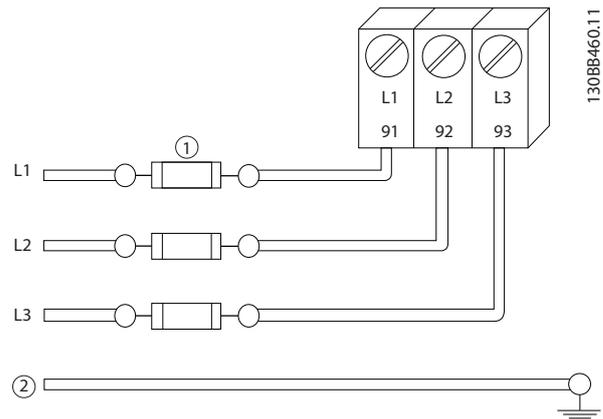

Abbildung 2.6 Sicherungen für Frequenzumrichter
- Versehen Sie alle Frequenzumrichter mit Kurzschluss- und Überlastschutz. Dieser Schutz wird durch Sicherungen am Eingang gewährleistet, siehe *Abbildung 2.6*. Wenn die Sicherungen nicht Bestandteil der Lieferung ab Werk sind, muss sie der Installateur als Teil der Installation bereitstellen. *10.1 Leistungsabhängige technische Daten* zeigt die maximalen Nennwerte der Sicherungen.